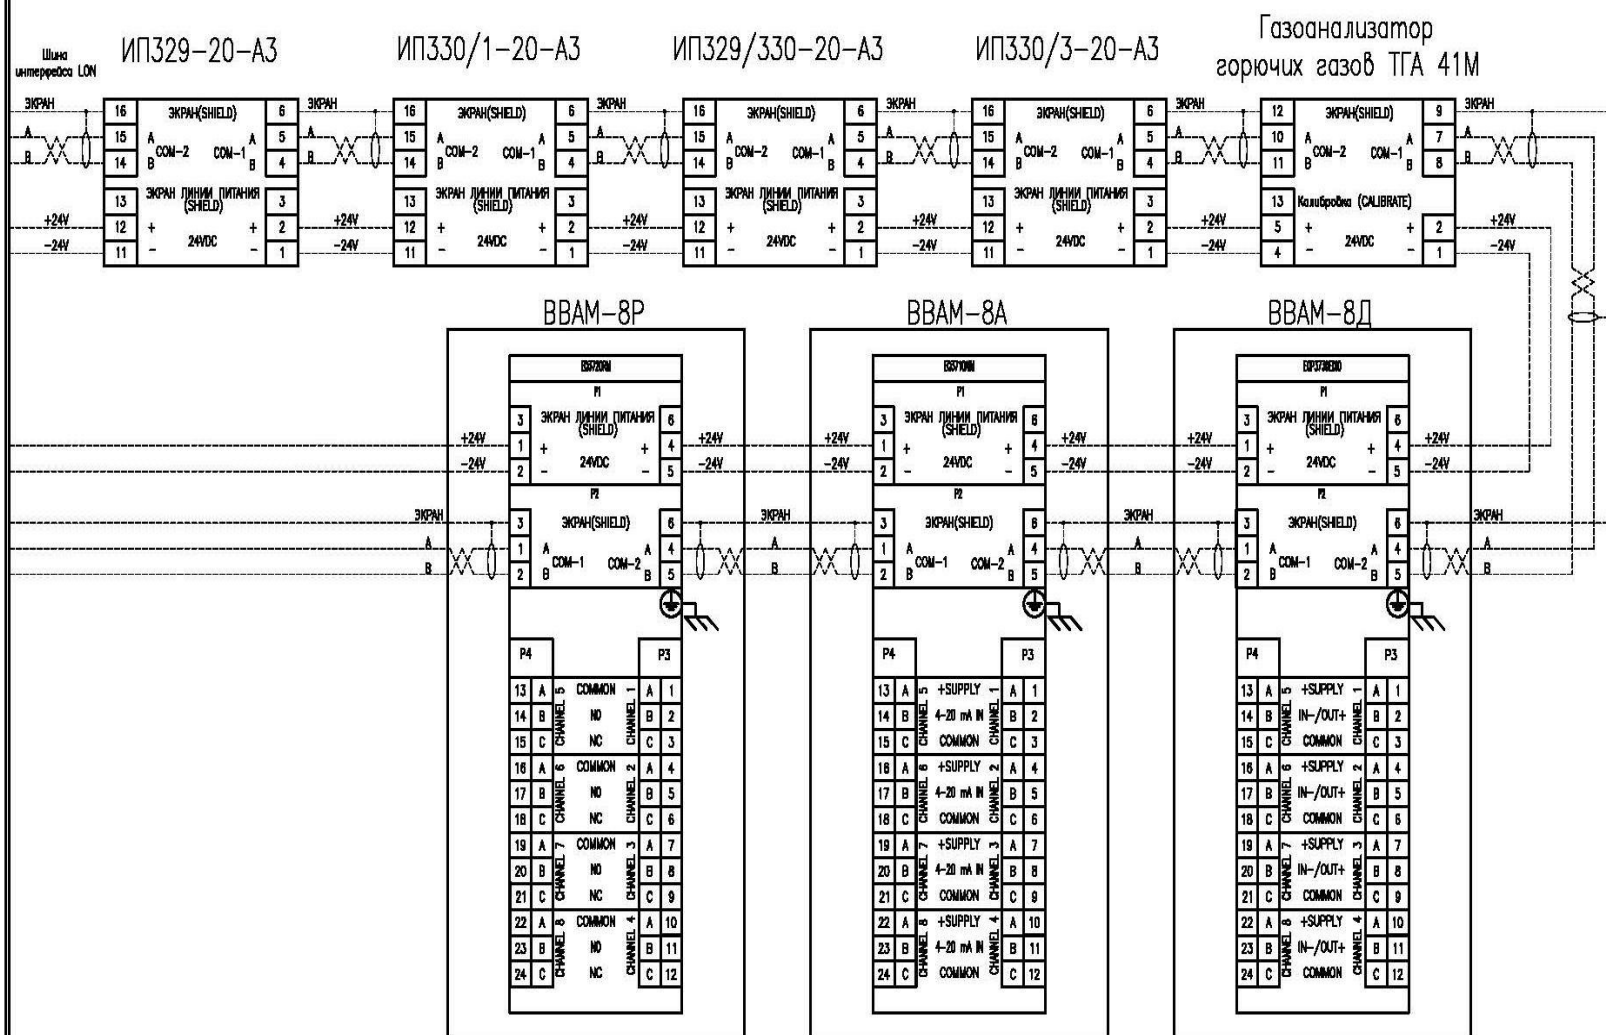

Рисунок 16 – Схема типовой системы на базе контроллера СПАРК-EQR
3. Соединить экранные провода коммуникационного кабеля с земляной клеммой как показано на рис. 16.